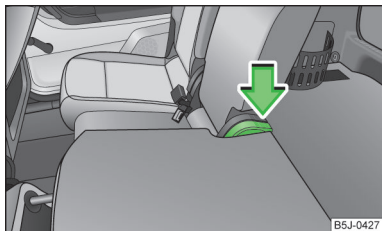

Abb. 61
- › Den Hebel » Abb. 61 drücken und die Sitzlehne zurückklappen. Durch Ziehen sicherstellen, dass die Sitzlehne eingerastet ist.